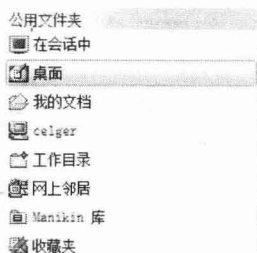

图 1-11 文件浏览器
- (2) 【文件浏览器】可以浏览计算机上的文件并打开，如图 1-11 所示。